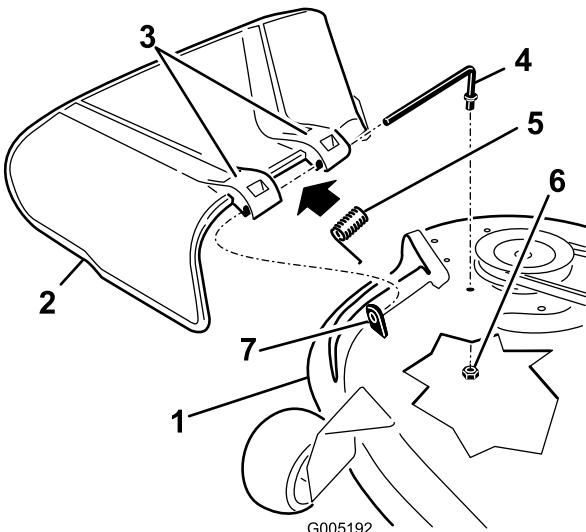

Figura 61
1. Individuate le parti illustrate nella Figura 61.
2. Togliete il dado (da 3/8 poll.) dall'asta sottostante il tosaerba (Figura 61).
3. Estraete l'asta dal distanziatore corto, dalla molla e dal deflettore dell'erba tagliata (Figura 61). Togliete il deflettore dell'erba tagliata se è danneggiato o consumato.
4. Riposizionate il deflettore dell'erba (Figura 61).
6. Collocate la molla sull'asta (tenendo abbassati i fili alle estremità), tra le staffe del deflettore di sfalcio. Fate scorrere l'asta attraverso la seconda staffa del deflettore dell'erba (Figura 61).
7. Inserite l'asta dalla parte anteriore del deflettore dello sfalcio, nel piccolo isolatore sul piatto di taglio. Fissate l'estremità posteriore dell'asta nel tosaerba con un dado (3/8 poll.) (Figura 61).